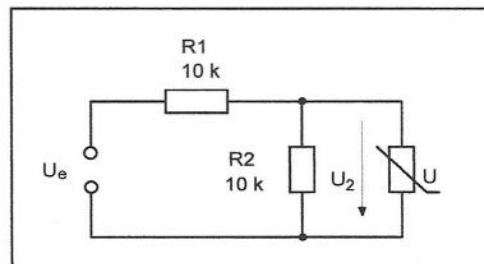

Bild 1: Einsatzschaltung des Varistors
- 2.3. Zur Spannungsbegrenzung wird in einer Schaltung nach Bild 1 ein Varistor eingesetzt. Entsprechend der folgenden Tabelle (wählen Sie einen Satz der Kennwerte A ... H aus) sind vom Varistor die Kennwerte  $c$  und  $\beta$  bekannt. Die Nenneingangsspannung beträgt  $230 V_{\text{eff}}$ . Es können solche Spannungsspitzen auftreten, daß die maximale Eingangsspannung auf den angegebenen Wert  $U_{\text{emax}}$  erhöht wird. Wie groß ist die maximale Spannung an R2, wenn die Widerstände R1 und R2 mit den angegebenen Werten dimensioniert sind?
Ermitteln Sie grafisch die Spannung  $U_2$  in der Schaltung in Bild 1 für den Fall  $U_e=40 \text{ V}$ .